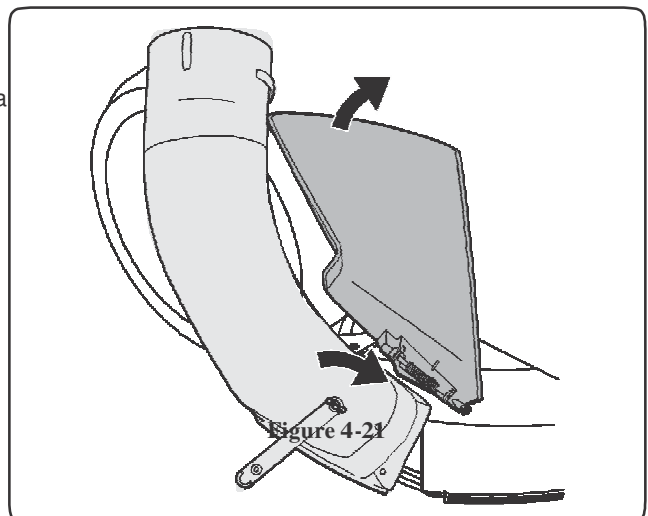

Figure 4-21
11. Med traktorns deflektor vinklad uppåt, montera utkastarröret över utkastet genom att montera överdelen av röret, så det hamnar på översidan av klippdäcket, böj sen ner röret så det täcker utkastar hålet. Se Fig. 4-21.